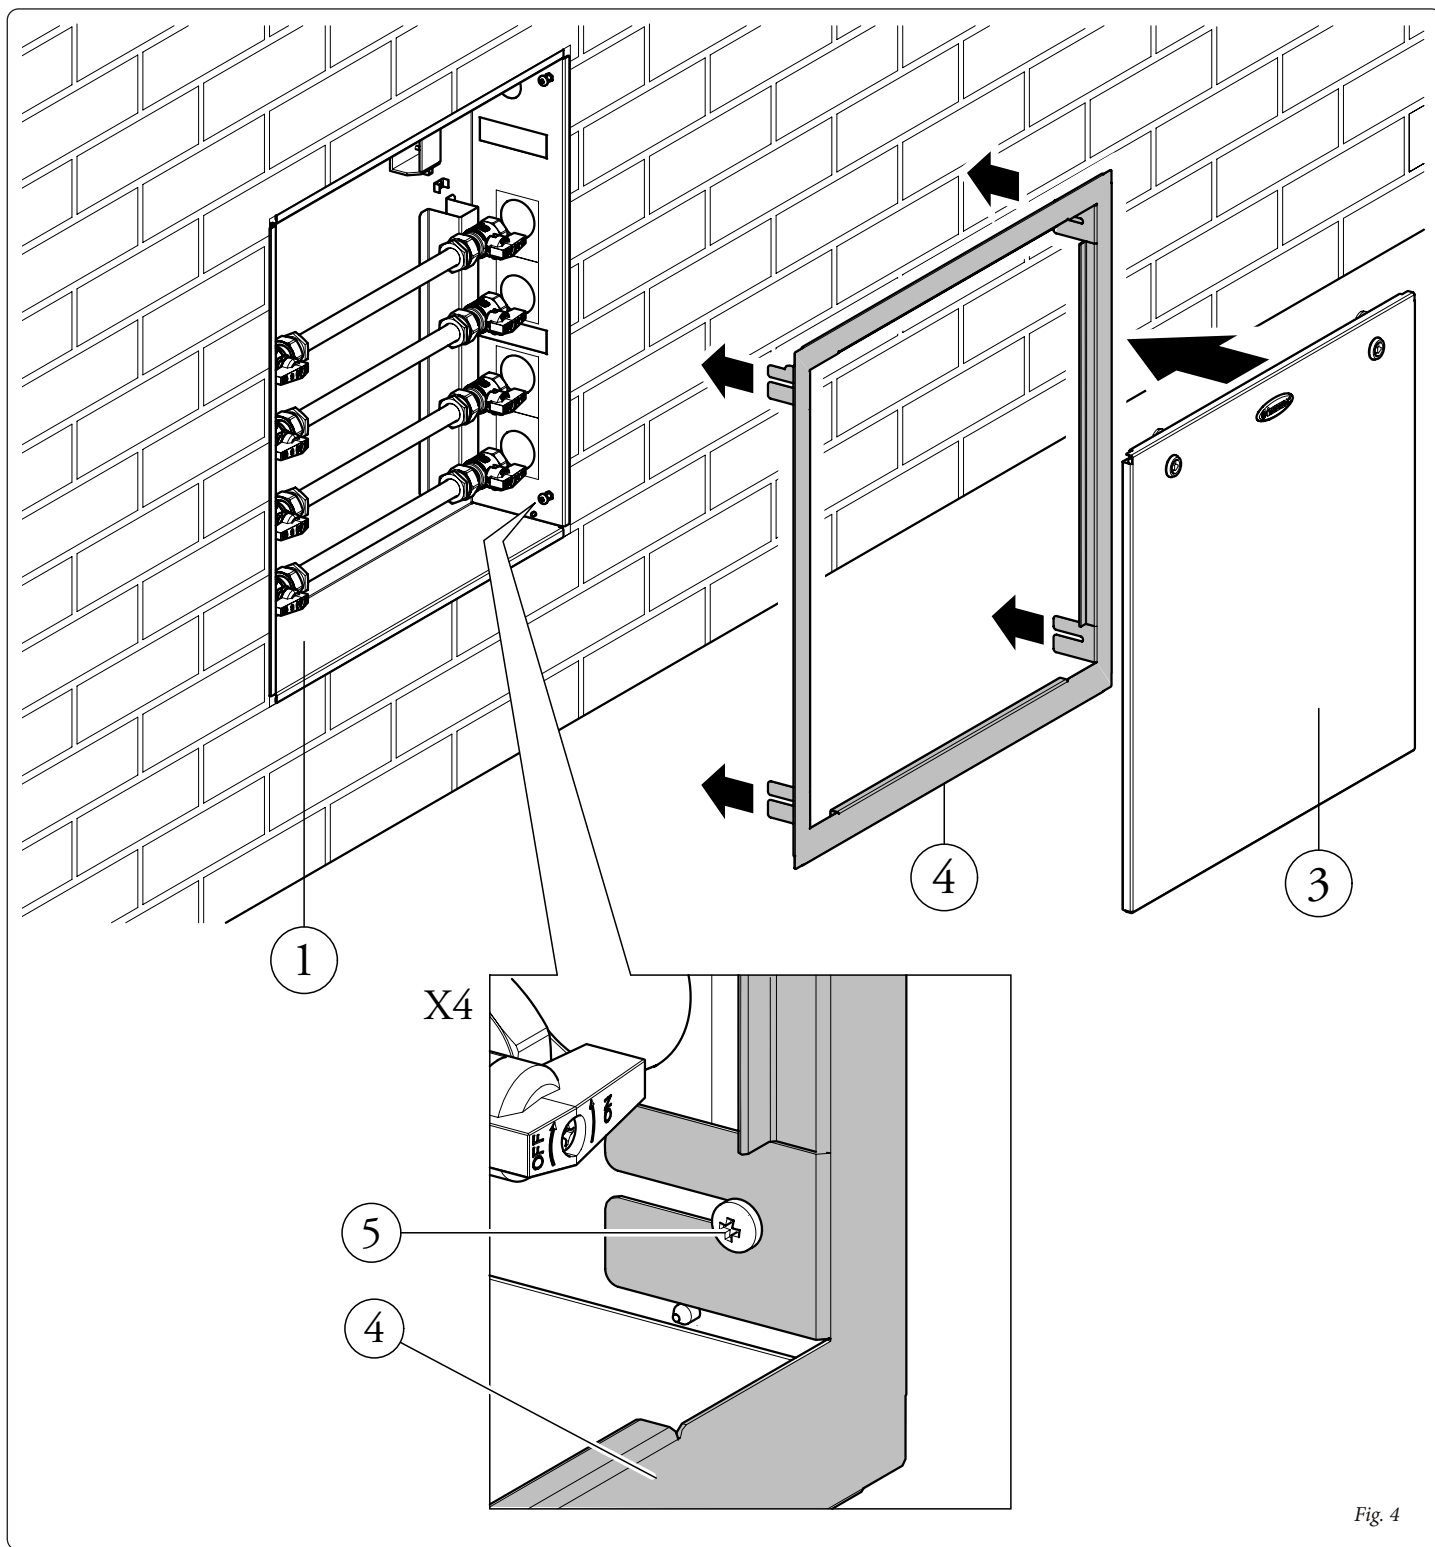

Fig. 4
- Installare la cornice (4) sul telaio (1) e portarla a contatto con il muro. Bloccarla in posizione serrando le quattro viti (5) fornite in dotazione (Fig. 4).
- Chiudere il telaio utilizzando il portello frontale (3) (Fig. 4).
- Install the frame (4) on the other frame (1) and take it into contact with the wall. Block it in position by tightening the four screws (5) supplied (Fig. 4).
- Close the frame using the front door (3) (Fig. 4).